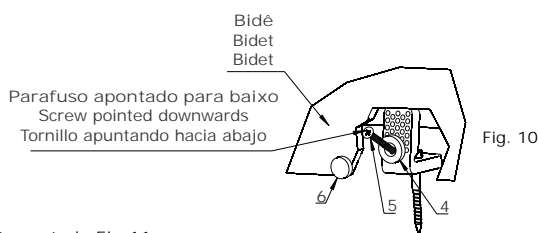

Fig. 10
Obs.: Para melhor fixação do bidê no piso, rosquear o parafuso (item 05) apontando para baixo. (Fig. 10.)
Obs.: Para mejor fijación del bidé en el piso, enrosque el tornillo (item 05) apuntando hacia abajo. De acuerdo a la Fig. 10.